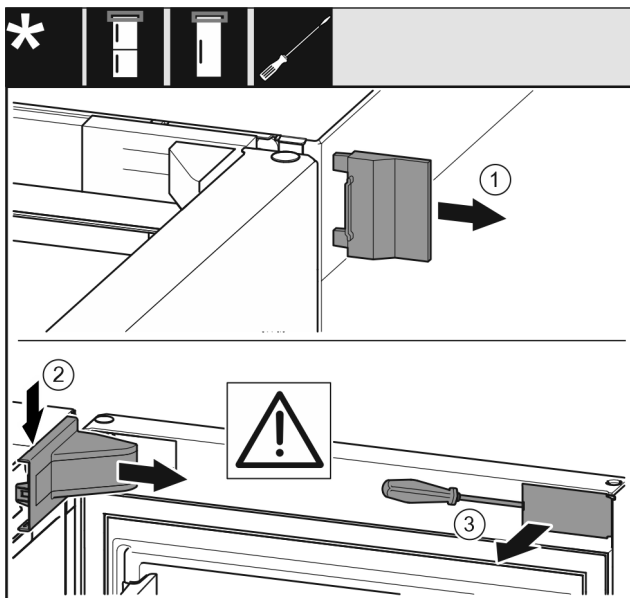

Fig. 8
► Зніміть зовнішню кришку. Fig. 8 (1)
► Звільніть і ослабте кришку опорного кронштейна. Зніміть кришку опорного кронштейна. Fig. 8 (2)
► За допомогою шліцевої викрутки звільніть від фіксатора та поверніть убік накладку. Fig. 8 (3)